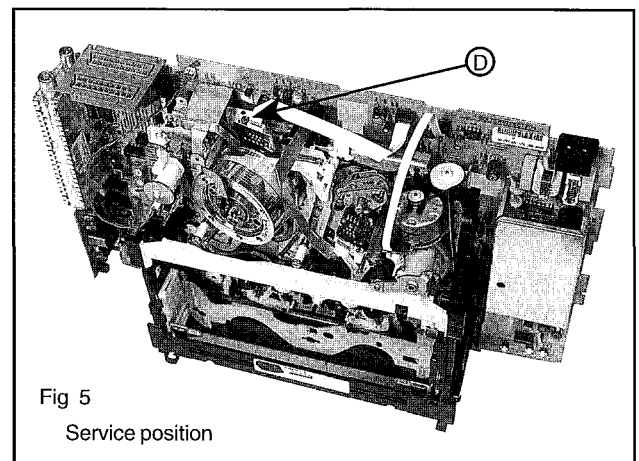
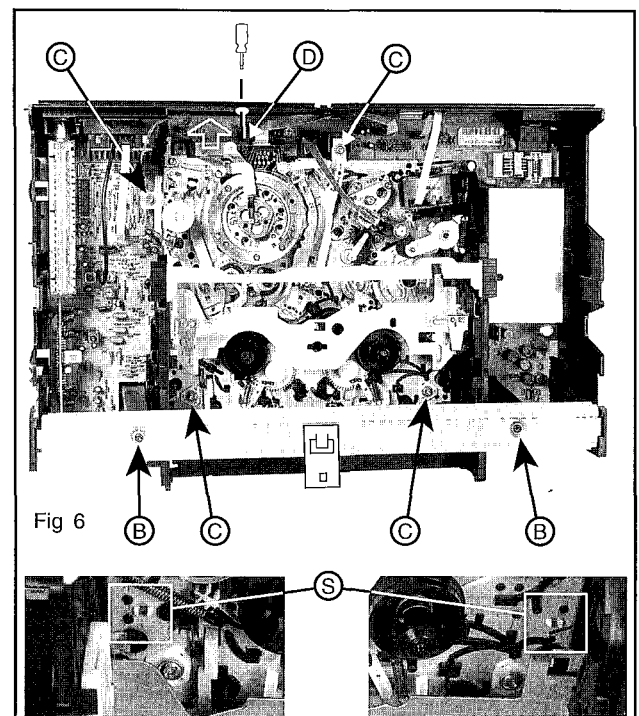

Fig 5
Fig 6
- Die zwei Schrauben (B) des Bügels lösen und diesen nach oben abziehen
- Die vier Befestigungsschrauben (C) des Laufwerks lösen und entfernen.
- Das Cinchbuchsenkabel (K) und das Massekabel (M) vom Buchsenprint lösen (wenn vorhanden)
- Die 10 Schnapphaken (S) von rechts hinten beginnend nach rechts vorne und anschließend von links hinten nach links vorne lösen.
- Nachdem sich die Einheit MOBO-Laufwerk durch das Eigengewicht vom Rahmen gelöst hat ist der Schnapphaken (S) bei der Netzbuchse ein zweitesmal zu entriegeln
- Die Kombination MOBO-Laufwerk wenden und falls notwendig in die Serviceposition (Fig 5) bringen
- Kontrolle ob alle 10 Schnapphaken (S) eingerastet sind
- Das Laufwerk mit den vier Befestigungsschrauben (C) fixieren.
- Den Bügel mit der Abschrägung nach hinten auf den Rahmen aufstecken und mit den beiden Schrauben (B) fixieren
5. Laufwerksausbau (Fig. 3)(Fig. 5)(Fig. 6)